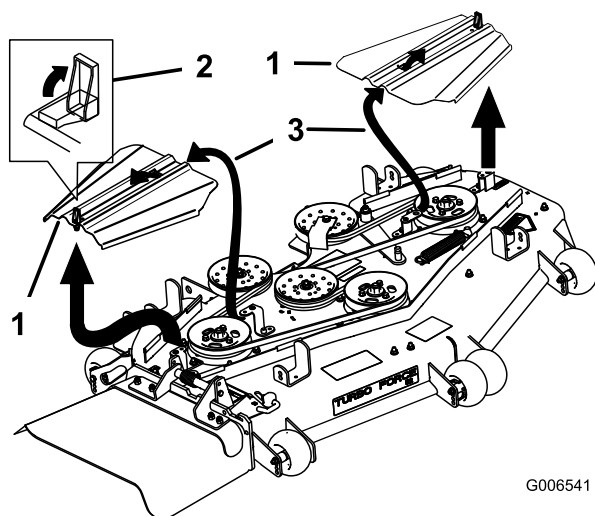

Figure 59
3. Retirez les couvercles de courroie (Figure 59).